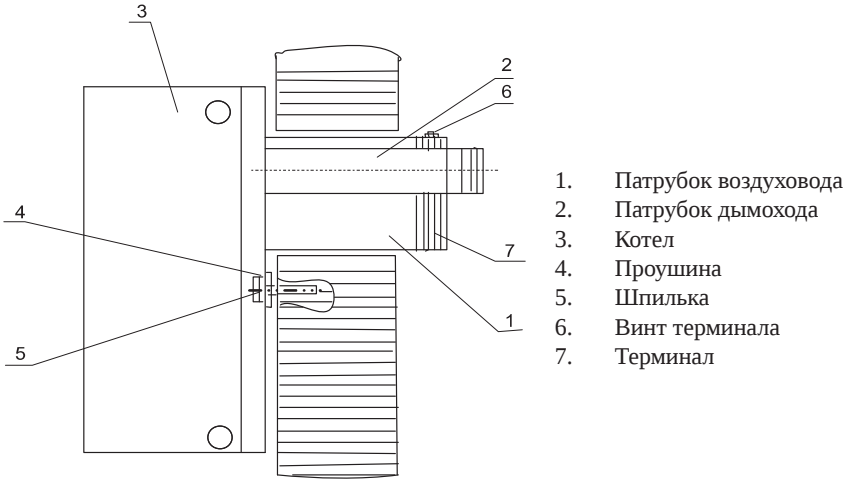

Рис. 5. Схема установки котла
- 6.8. Монтаж котла с коаксиальным трактом выполнять в следующей последовательности согласно рис. 5: